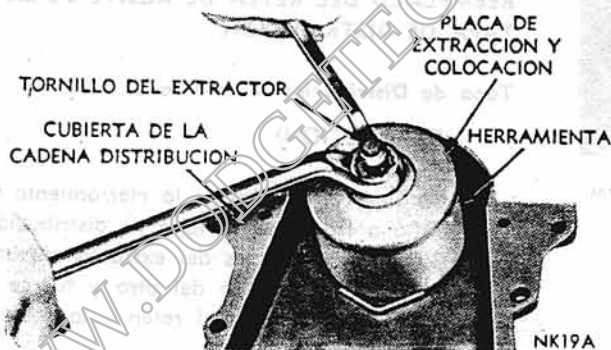

Fig. 21 - Extracción del Retén de Aceite
4. Instálese una arandela plana y una tuerca sobre el tornillo del extractor. Sujetando el citado tornillo central, deberá apretarse la tuerca indicada, para provocar la extracción del retén de su alojamiento en la tapa de distribución (Fig. 21).